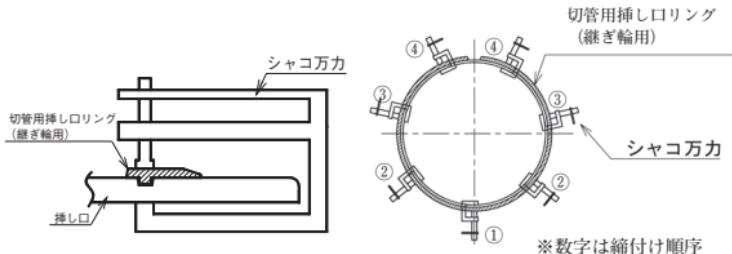

図87 切管用挿し口リングの締め付け
- ② シャコ万力を用いて、図87のように切管用挿し口リング(継ぎ輪用)の分割部の反対側から順次締め付ける。